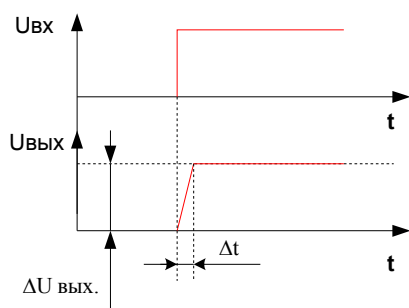

Рис. 258
- Скорость нарастания выходного напряжения. Она показывает быстродействие ОУ $\left[\frac{B}{\text{мкС}} \right]$ (смотрите рисунок 258).